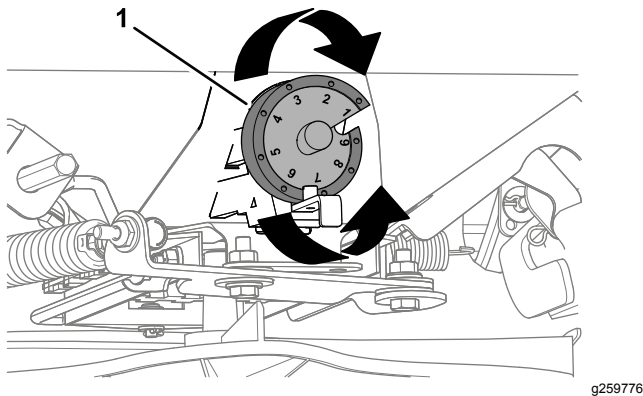

Figure 23
- Tournez la came de dosage (Figure 23) à la position de réglage déterminée à l'opération 4.